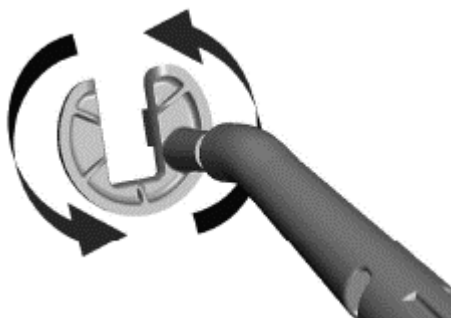

Рисунок 18. Направление вращения подковообразного конца инструмента
4. Поверните подковообразный конец инструмента для установки/удаления так, чтобы он смотрел в нужном направлении (рисунок 18).